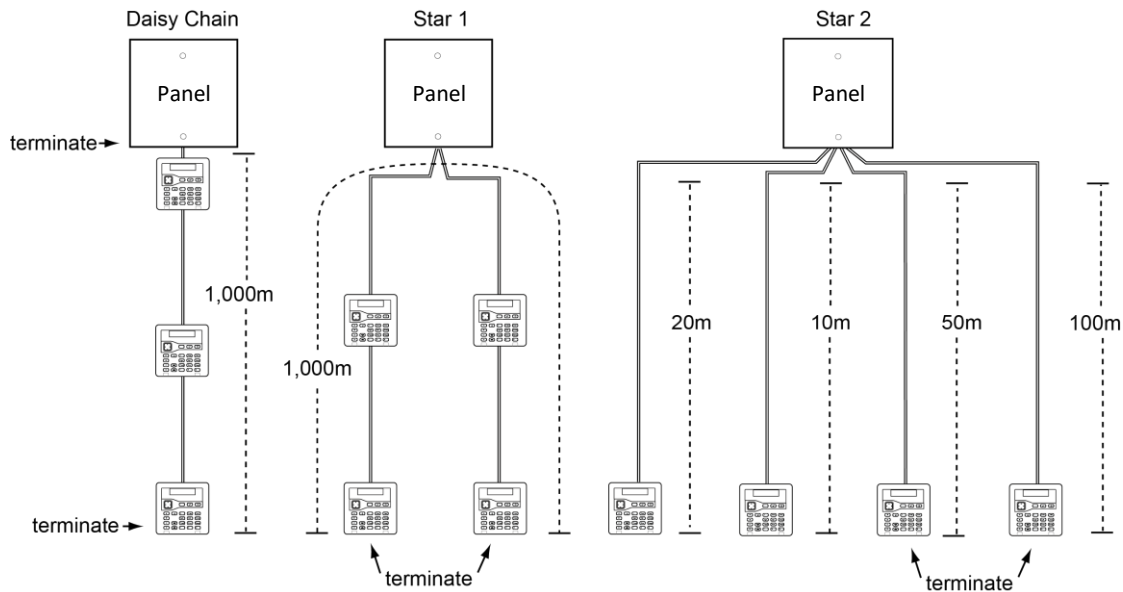

Abbildung 5: Busabschluss
Sie können Geräte entweder in Reihenschaltung (seriell) oder sternförmig (parallel) an die Zentrale anschließen (Abbildung 5, Seite 21). Bei Sternkonfigurationen sollte die Kabellänge von der Zentrale zum am weitesten entfernten Bedienteil kurz gehalten werden und 100 m nicht überschreiten.
In einer Reihenschaltung stecken Sie die Abschlussbrücken in das Gerät am Ende der Kette. In einer Sternkonfiguration schließen Sie an den beiden Geräten an den Enden der längsten Kabel ab (Abbildung 5).
Sie können bis zu 10 verdrahtete Melder (0 bis 9) an die Zentrale anschließen, indem Sie die Verdrahtungsmethode "Fully-Supervised Loop" (FSL), "4-wire Closed Circuit" (CC) oder "2-wire CC" verwenden (Abbildung 5, Seite 21). Sie müssen für alle Melder die gleiche Methode verwenden. Bei Verwendung der 4-Draht-CC-Methode wird die Anzahl der Meldergruppen halbiert und mit 1-5 nummeriert.